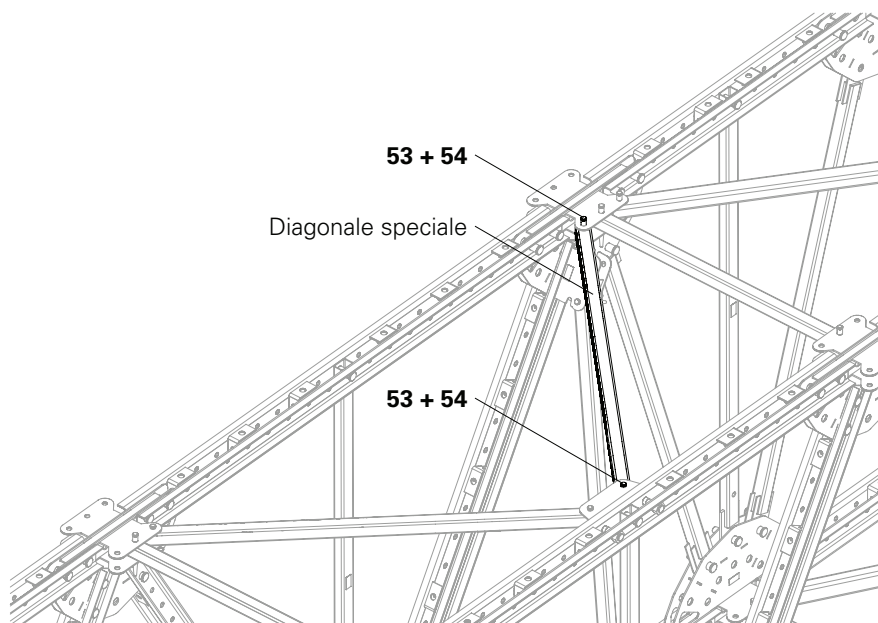

Fig. A5.02
5. Montare la seconda diagonale speciale nella stessa modalità. (Fig. A5.02 + A5.02a)